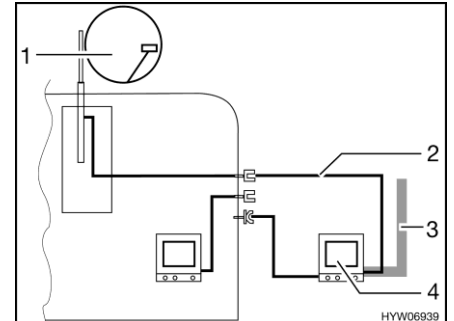

Bild 223 TV i förtältet
- TV i förtältet (Bild 223,4): Anslutning till takantenn (Bild 223,1) med anslutningskabel (Bild 223,2)
- TV i förtältet (Bild 223,4): Anslutning till extern antenn (Bild 223,3)